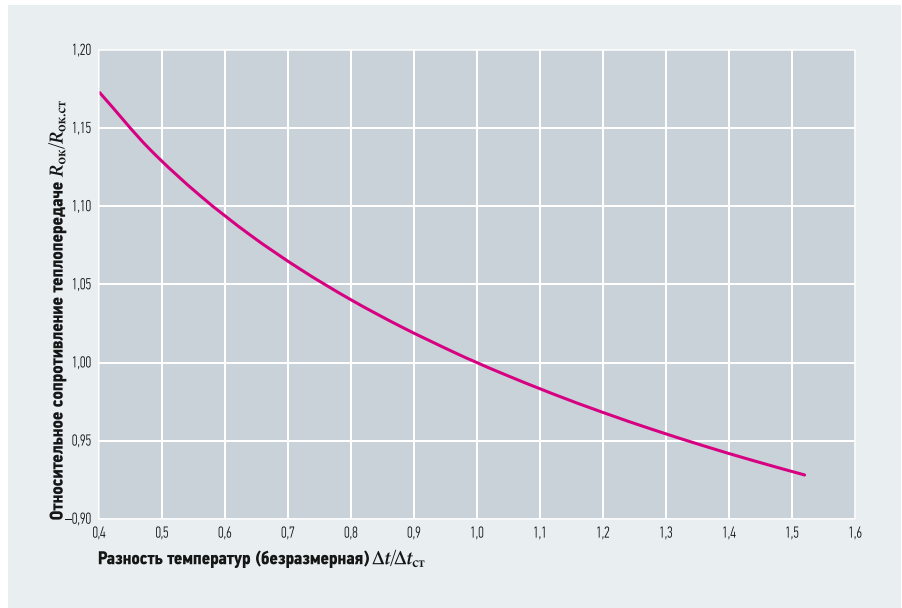

Рис. 1. Зависимость относительного сопротивления теплопередаче оконного блока от безразмерной разности температур
Кроме того, строго говоря, дополнительные теплотери через линейную теплотехническую неоднородность в виде оконного откоса должны определяться при расчёте приведённого сопротивления несветопрозрачной части фасада, поэтому, во избежание двойного учёта, при вычислении $R_{ок}$ нужно полагать $\Psi = 0$. На рис. 1 представлены результаты вычислений по формуле (1) для оконного блока в виде однокамерного стеклопакета с характеристиками, приведёнными в табл. 1.
Соответствующий график совпадает с кривой на рис. 1 в пределах толщины линии. Здесь $R_{ок,ст}$ — значение $R_{ок}$, полученное при $\Delta t = \Delta t_{ст}$, то есть при некоторой стандартной разности температур $(t_{в} - t_{н})_{ст}$, в качестве которой можно, например, рассматривать разность, требуемую по ГОСТ 26602.1.
•• Рис. 2. То же, что на рис. 1, по экспериментальным данным [9] с исключением недостоверных измерений
•• Рис. 3. То же, что на рис. 1, по экспериментальным данным [10]
Волновая электростанция [2] (рис. 1) содержит бетонные или каменнабросные продольные дамбы 1, которые направляют потоки воды к турбоагрегатам. На них устанавливаются две вертикальные направляющие стойки 2, между которыми уложена поперечная балка 3 с турбоагрегатами (ТА) 4 и 5. Поперечная балка 3 с ТА 4 и 5 может перемещаться по вертикальным стойкам 2, меняя глубину погружения турбин в зависимости от высоты волн и приливов. Как показано на рис. 1, между дамбами расположены отражающие экраны 6 для сосредоточенного направления потока воды к турбинам.
Устройство имеет клапаны-затворы 7 и 8, расположенные на разных концах дамб, которые закрываются и открываются за счёт энергии волн, что обеспечивает разделение водных течений на берег и от берега. Данное устройство может использоваться и в качестве приливной электростанции при включении бассейна 9 (рис. 1) на берегу моря или океана для накопления воды при приливе.
Рис. 1. Волновая электростанция, вид сверху [1 — продольная дамба (2 шт.); 2 — направляющая стойка (2 шт.); 3 — поперечная балка с турбоагрегатами; 4 и 5 — турбоагрегаты; 6 — отражающий экран (2 шт.); 7 и 8 — клапаны-затворы; 9 — бассейн для накопления воды при приливе)